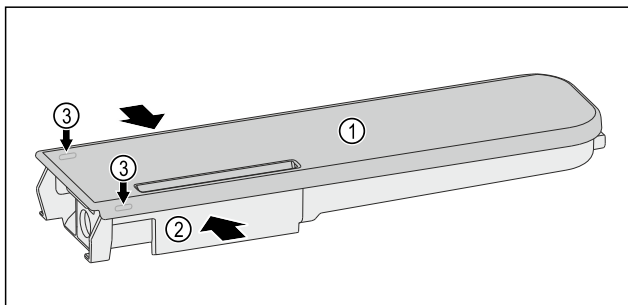

Fig. 119
- ▶ Stlačte nádrž na vodu *Fig. 119 (2)* k sobě a víko *Fig. 119 (1)* opatrně vypáčte přes západky *Fig. 119 (3)* a vytáhněte nahoru.
- ▶ Víkem *Fig. 119 (1)* pohybujte lehce tam a zpět a sejměte jej nahoru.